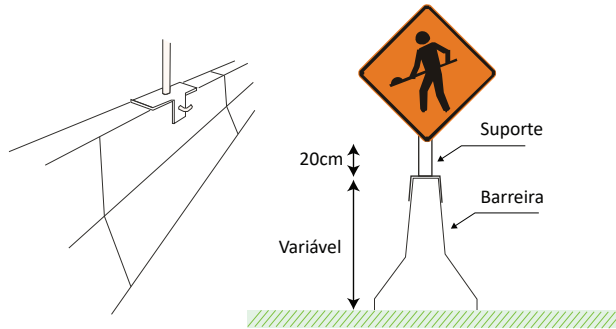

Figura 15 - Suporte tipo jacaré
a) Para New Jersey: Suporte tipo jacaré, conforme Figura 15. Observar a largura da faixa de segurança presente no local da intervenção para que esta solução não avance na pista de rolamento.